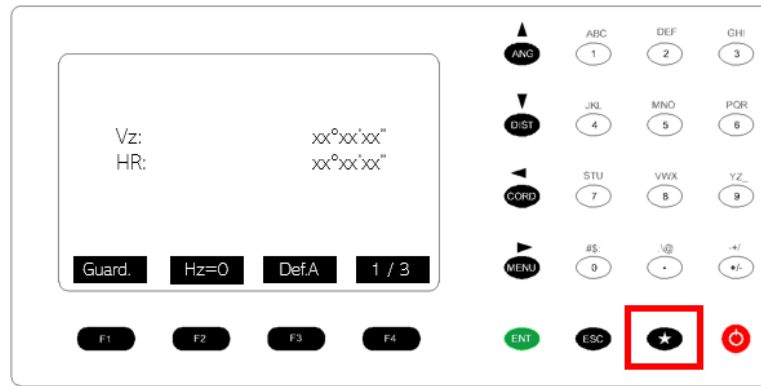
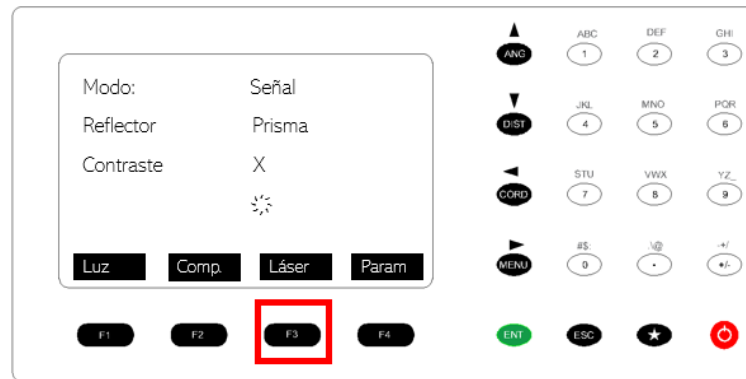

Figura 59. Configuración para encender la plomada láser.
Figura 60. Configuración para encender la plomada láser.
9. Prender la estación. Presionar el botón de estrella (figura 59). Y presionar F3 Láser (figura 60).